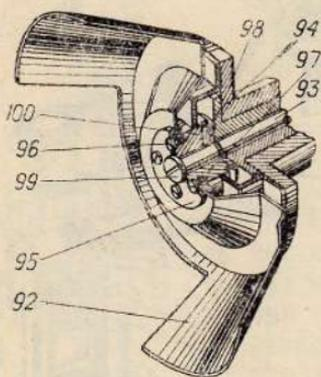

Рис. 13
**Обтюратор.** Обтюратор 92 (рис. 13) — конический, двух-